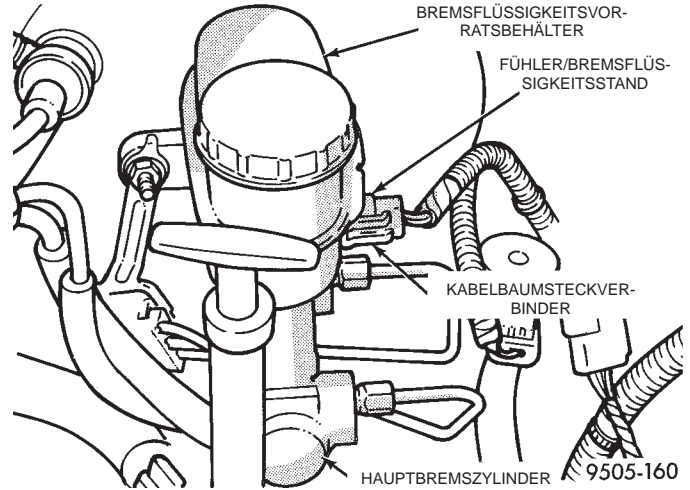

Abb. 81 Fühler/Bremsflüssigkeitsstand am Hauptbremszylinder
(1) Kabelbaumsteckverbinder vom Fühler/Bremsflüssigkeitsstand im Vorratsbehälter des Hauptbremszylinders abziehen (Abb. 81).
(5) Kabelbaumsteckverbinder wieder an den Fühler/Bremsflüssigkeitsstand des Hauptbremszylinders anschließen (Abb. 81).